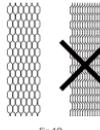

Fig. 10
- Три верхней стороны борта сложенные пластины имеют сотовидную структуру (Рис. 10).